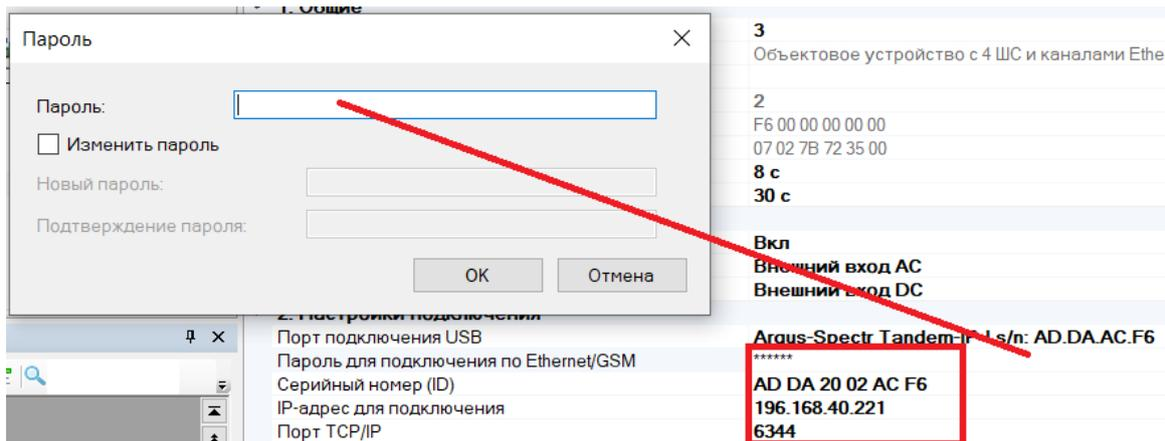

Рисунок 6.29
- В настройках прибора в качестве настроек подключения необходимо задать (Рисунок 6.29):